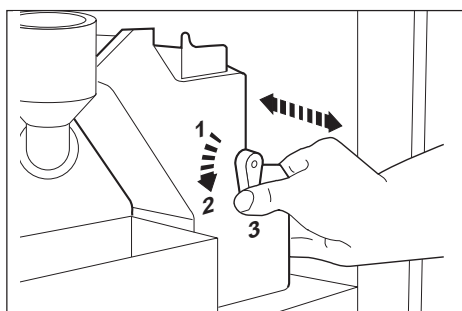

Fig. 28
- Estrarre il gruppo tenendo la leva in posizione 3 (Fig. 28), lavarlo completamente in acqua calda, asciugarlo e reinserirlo nell'apposita sede tenendo la leva in posizione 3.